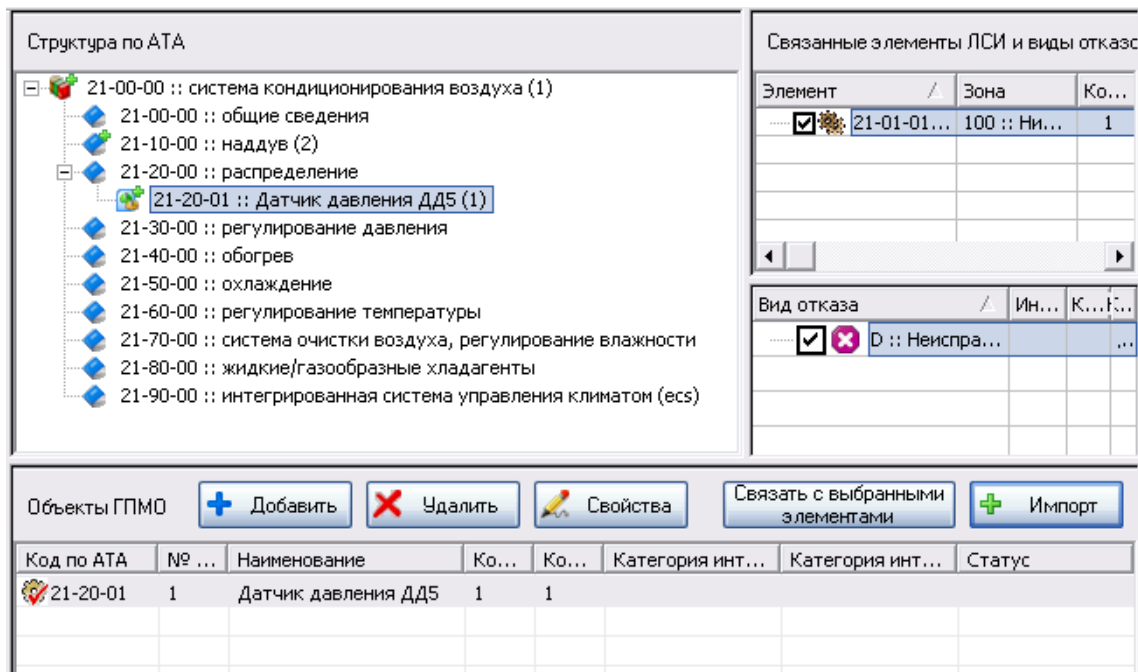

Рис. 11-10
- В правом верхнем окне выберите элементы ЛСИ, связанные с изделиями, и виды отказов, с которыми нужно установить связь. Для этого поставьте флаг напротив элемента ЛСИ (вида отказа) (рис. 11-10). Если элемент ЛСИ или вид отказа был выбран ошибочно, снимите флаг.